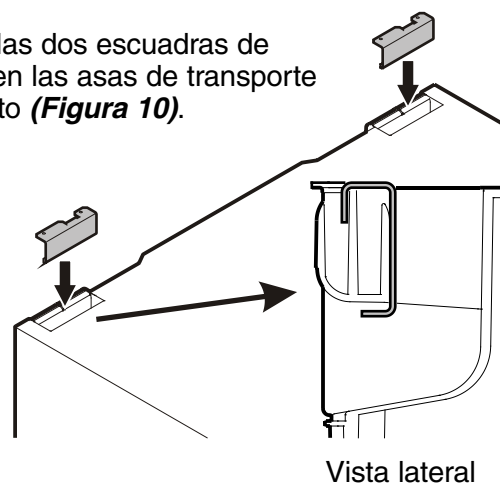

Figura 10
2. Enclavar las dos escuadras de sujeción en las asas de transporte del aparato (Figura 10).